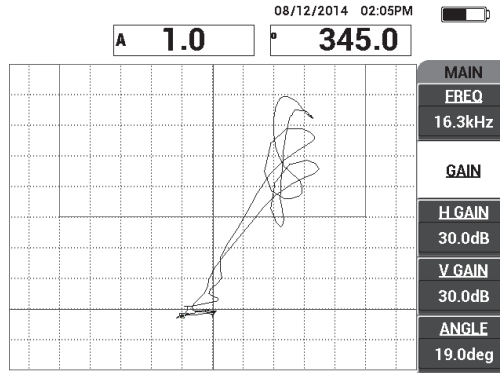

Figura 6-68 Segundo rastreamento sobre o(s) defeito(s)
4. Coloque a ponta da sonda sobre uma seção sem defeitos, pressione a tecla CAL NULL (CAL) novamente e, em seguida, rastreie lentamente sobre o(s) defeito(s); certifique-se que a detecção é satisfatória e, se necessário, ajuste o GAIN [GANHO], H GAIN [GANHO H] ou V GAIN [GANHO V] (veja Figura 6-68 na página 181).